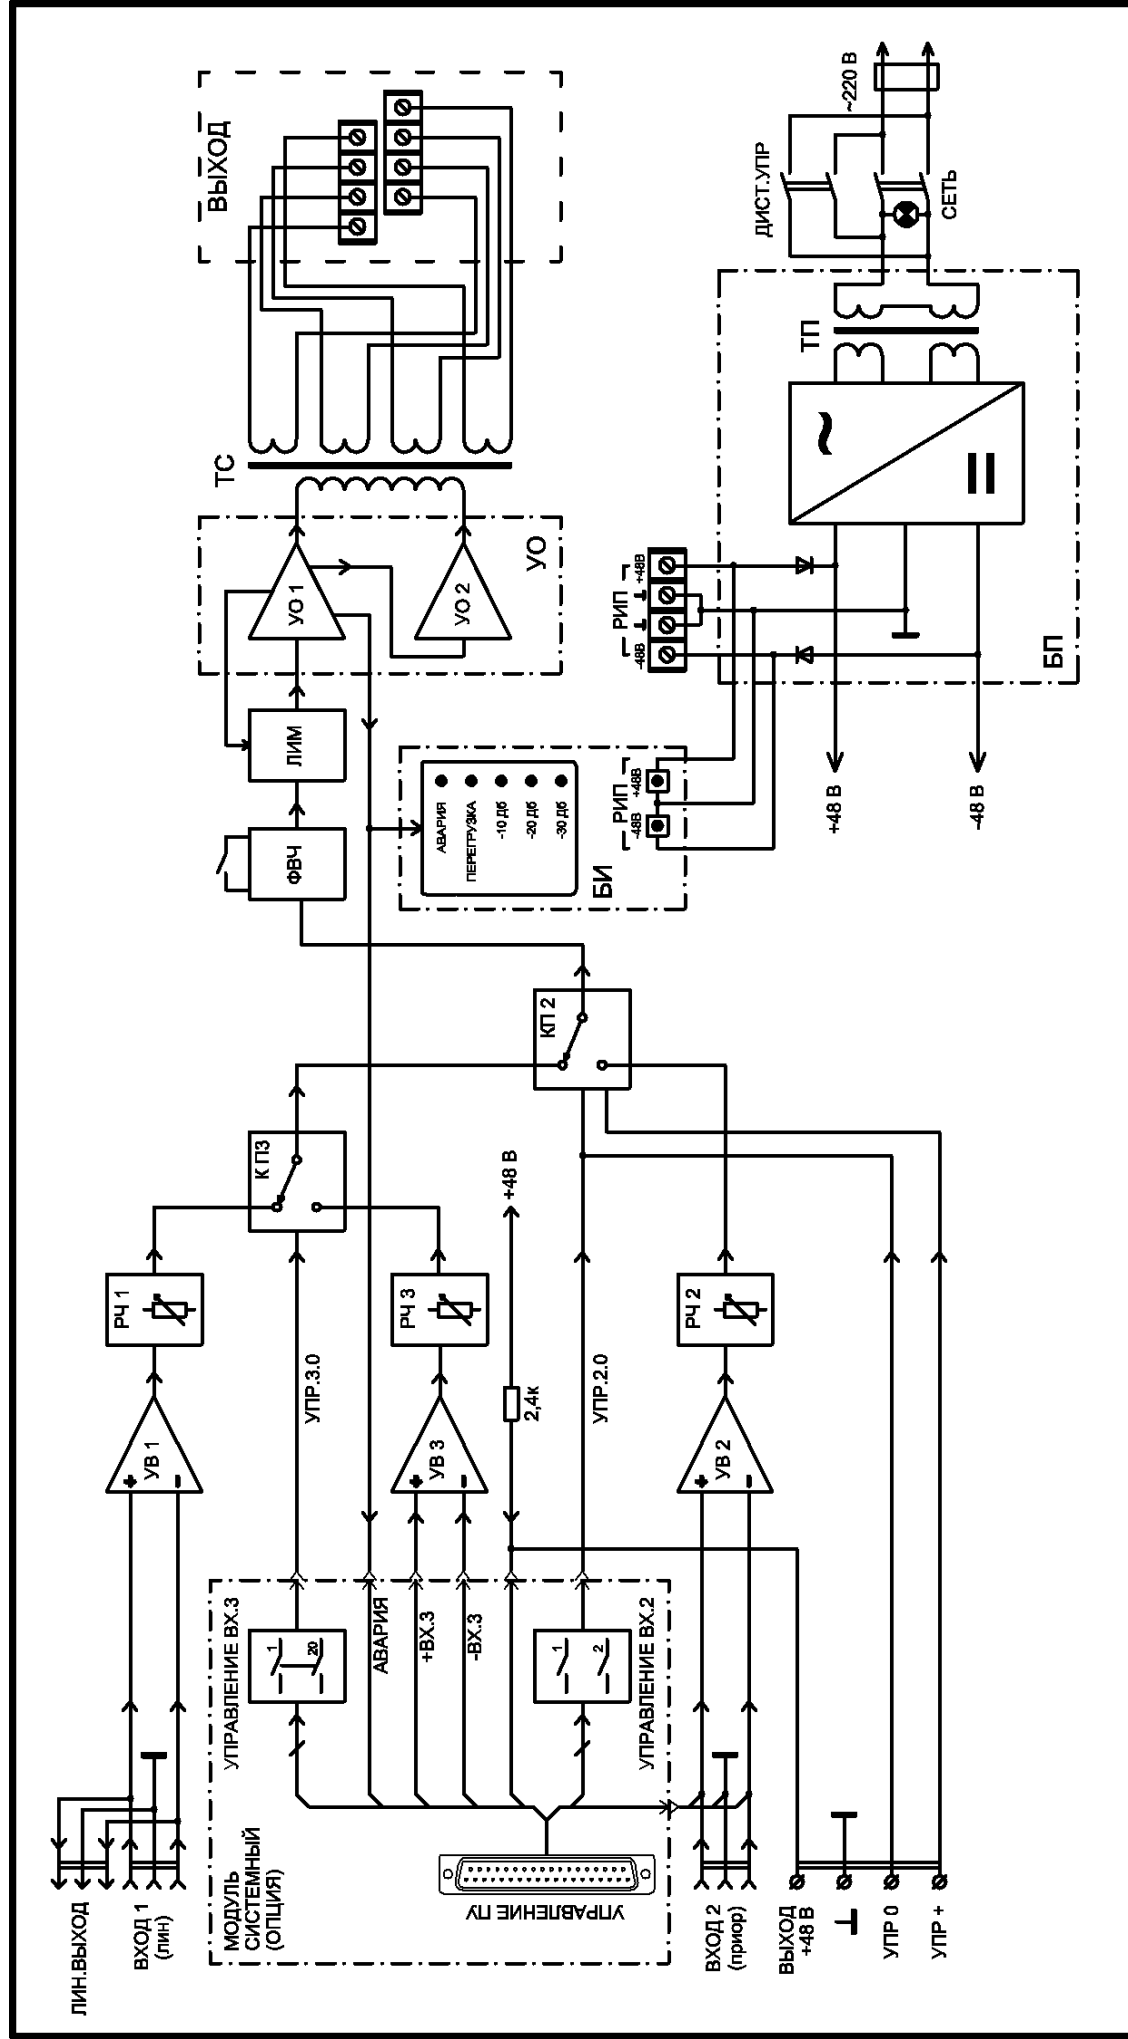

Рис. 1 Структурная схема усилителя МЕТТА 9152
8.1. Структурная схема УМ приведена на рис.1.